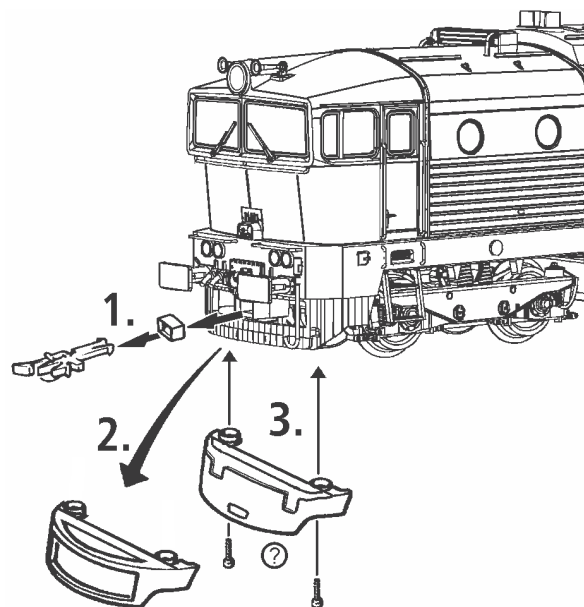

Fig. 3
Mehrzugbetrieb: Zuerst Lokgehäuse abnehmen (Fig. 3). Danach den Brückenstecker aus der Schnittstelle entfernen (diesen sorgsam aufbewahren). Danach den Stecker des Decoders lage-richtig einsetzen (Fig. 5).
2. Schmierung: Versehen Sie die im Schmierplan in Fig. 8 gekennzeichneten Stellen mit nur **kleinen Öltropfen**. Dazu zuerst das Lokgehäuse abnehmen (Fig. 3). Wir empfehlen den ROCO **Öler Art.-Nr. 10906**. Fürs Schmieren der Getriebeteile (Zahnräder, Schnecke) empfehlen wir das **ROCO-Spezialfett Art.-Nr. 10905**. Im Falle der Schmierung diese Teile **nicht ölen**.
4. Motorwechsel: Lokgehäuse abnehmen (Fig. 3). Danach wird der Motor ausgebaut und ausgetauscht (Fig. 8).
2. Lubrication: Apply **tiny oil drops** to spots marked in fig. 8. Prior to lubrication dismantle locomotive (fig. 3). We recommend using item no. **10906, ROCO oiler**. For lubrication the gearparts (e.g. cogwheels, worm) we would recommend our ROCO **special grease** (item no. **10905**).
4. Motor Changing: First remove loco body (fig. 3), and then the motor (fig. 8).
2. Graissage: N'appliquez **qu'une tout petite goutte** aux endroits indiqués par le plan de graissage (fig. 8) après avoir démonté la caisse de la locomotive (fig. 3). Nous vous recommandons **le graisseur à huile ROCO réf. 10906**. Pour graisser les engrenages (roues dentées, vis sans fin) nous vous conseillons la **graisse spéciale ROCO réf. 10905** pour engrenages en matières synthétiques. Lorsque vous utilisez cette graisse il faut éviter d'huiler ces composants.
4. Remplacement du moteur: Démontez la caisse (fig. 3). Démontez ensuite le moteur (fig. 8).
^{voir} } Fig.3
voir } Fig.3